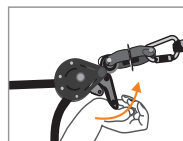

Fig. 5
Per smontare la linea di vita, tirare la leva della camma (4) (Fig. 5). Sganciare il sistema e riportarlo nell'imballo originale. Non lasciare la linea di vita installata in seguito a un intervento. La linea deve essere installata per una giornata di lavoro al massimo.